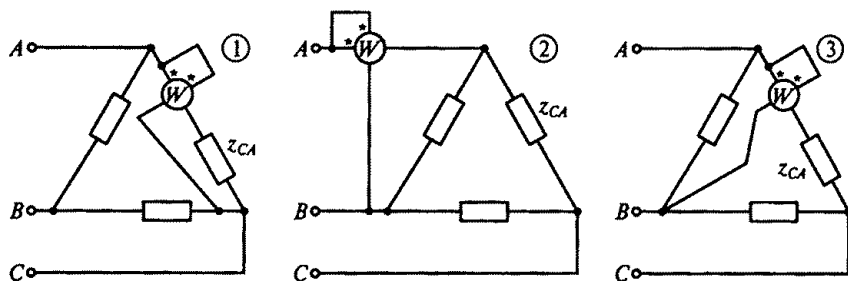

Рис. 169
5.32. С помощью какой из трех схем, показанных на рис. 169, можно измерить активную мощность фазы CA цепи?